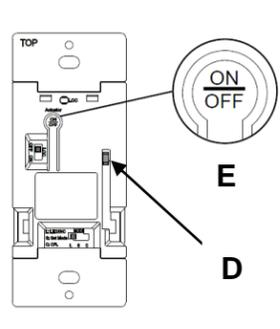

FIG. 9
Move slide bar "D" to the highest position and press the "ON/OFF" actuator "E". lights should turn ON to the brightest level (FIG 9).
• Déplacer le curseur "D" à sa position la plus élevée et appuyer sur l'actionneur "ON/OFF" "E". Les lumières doivent s'allumer au niveau le plus élevé (FIG. 9).
• Mover la barra deslizante "D" a la posición más alta y presione el actuador "ON / OFF" "E". las luces deben ENCENDERSE al nivel más brillante (FIG 9).